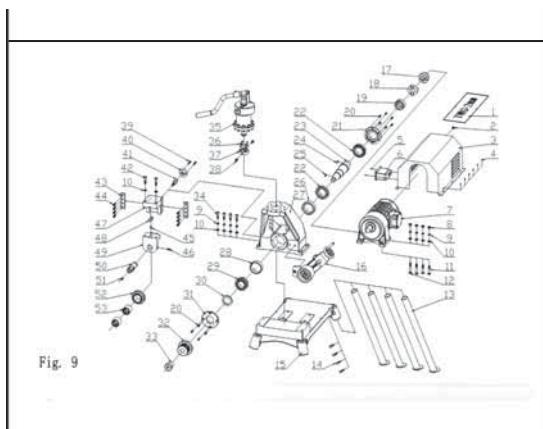

Fig. 9
6. Želite li ukloniti cilindar sa gornje glave stroja trebate pritisnuti klizač i gurnuti ga dolje do donje pozicije, otpustiti dva vijka na prstenu za osiguranje Fig. 9. 38. I 10 imbus vijaka na sjedištu pumpe.
7. Želite li skinuti cijeli nosač gornjeg valjka otpustite dva vijka na pričvrsnom prstenu Fig. 9. 38 i zatim 8 imbus vijaka Fig. 9. 44. na dvjema vodilicama.
8. Za zamjenu gornjeg valjka trebate podići nosač u gornji položaj i maknuti vijke Fig. 9. 46. Dok je izvlačite osovinu valjka isti pridržite rukom. Nakon toga možete uložiti novi valjak.
Za promjenu udaljenosti valjka od ganičnika treba dputiti dva vijka Fig. 9. 42. na klizači i vikom za podešavanje namjestiti udaljenost.